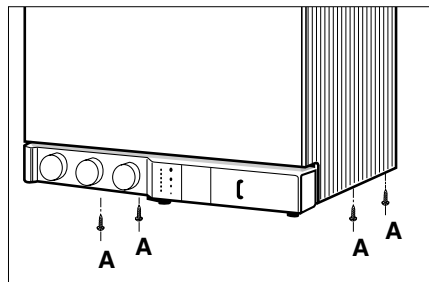

Fig. 9
- Dévisser les 4 vis **A** (fig. 9) de fixation de l'habillage ;